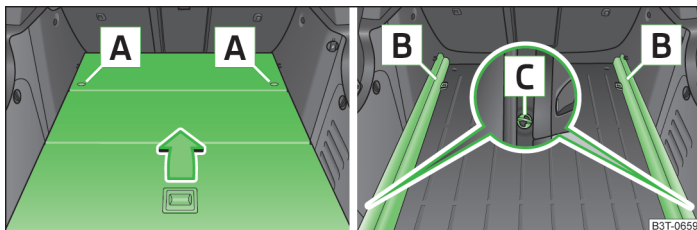

Fig. 96 Portbagajul: Demontarea podelei variabile/Demontarea șinelor de susținere
- Deblocați podeaua variabilă rotind inelul de siguranță **A** » fig. 96 spre stânga, circa 90°.